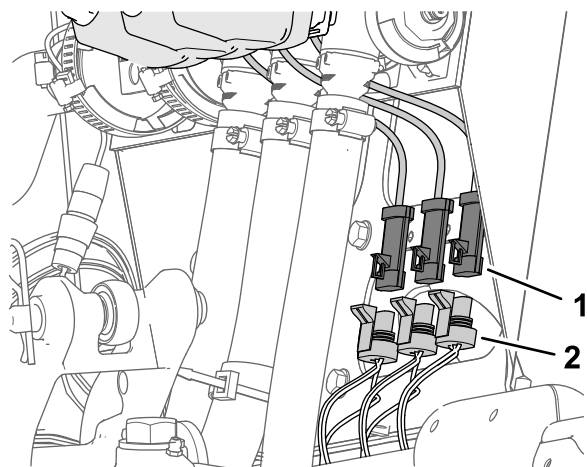

図 29
1. 3つの散布バルブアクチュエータのそれぞれについている3ピンコネクタから、車両用ワイヤハーネスの3ソケットコネクタそれぞれLEFT SPRAY VALVE、CENTER SPRAY VALVE、RIGHT SPRAY VALVEというラベルがついているを外す 図 29。